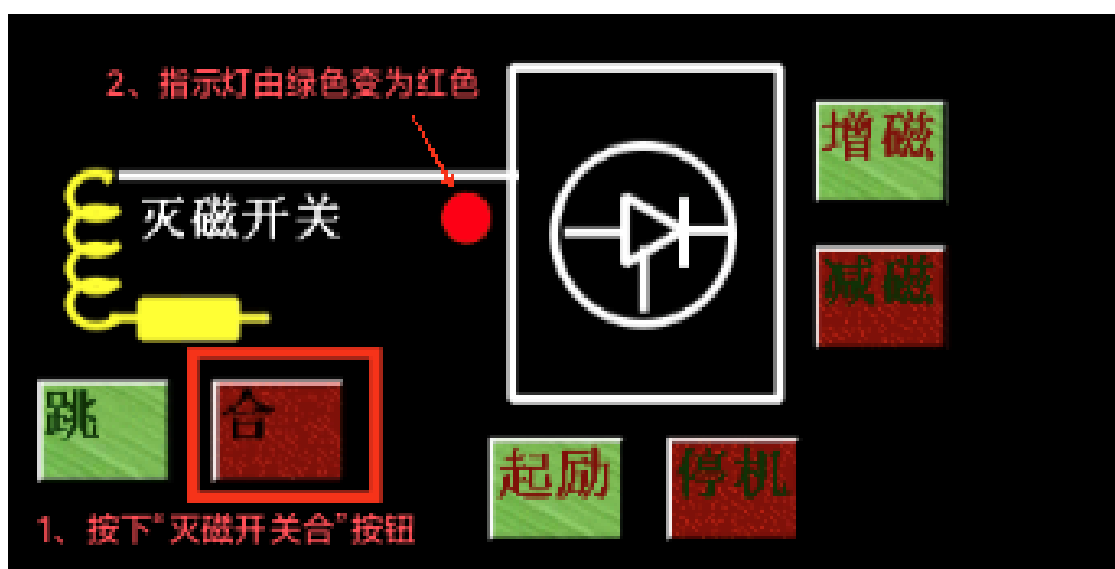

图10 励磁合闸
①点击“灭磁开关-合”按钮，当指示灯由绿变为红，则表示合闸成功，（如图10所示）；